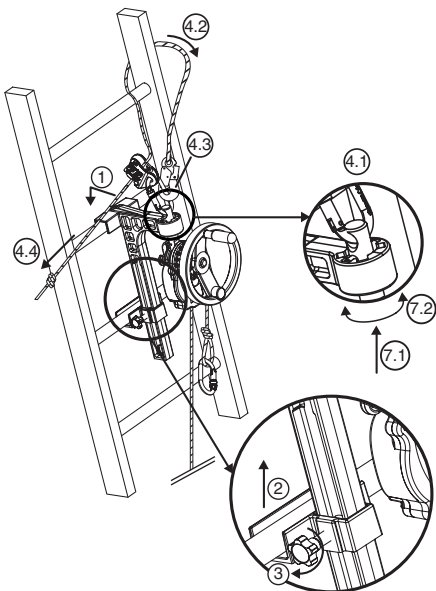

Fig. 6
6.3.2. Aparelho derope™ UP B (Fig. 6)
1. Instalar o grande suporte a bloquear na barra da escada na posição escolhida para efectuar a operação de salvamento, acima da pessoa a evacuar (Fig. 6, 1).
2. Subir o carro de bloqueio ao nível da barra imediatamente abaixo do que recebe o grande suporte (Fig. 6, 2).
3. Apertar o eixo de bloqueio do carro com o botão de aperto que se encontra no lado do suporte (Fig. 6, 3).
- Fixar o mosquetão do dispositivo de ajuste LCM 05 no furo do cimo do eixo de amarração (Fig. 6, 4.1).
- Passar a linga de segurança à volta da barra da escada situada acima do suporte, contornando um dos montantes da escada (Fig. 6, 4.2).
- Ligar o mosquetão da linga de segurança no mosquetão do dispositivo de ajuste LCM 05 (Fig. 6, 4.3).
- Esticar a linga de segurança puxando pelo troço livre (Fig. 6, 4.4).
7. Orientar o aparelho derope™ conforme a necessidade, modificando a posição do eixo de amarração no dispositivo de indexação (Fig. 6, 7.1 – 7.2).